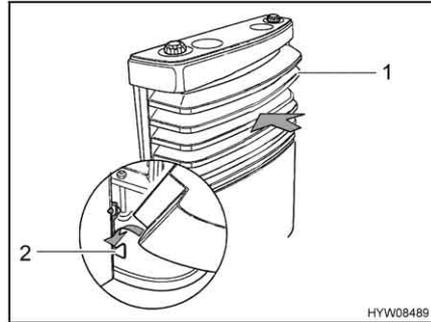

Fig. 144 Revestimiento de la calefacción, apoyos inferiores
- Montar el revestimiento de la calefacción. Para ello, colocar el revestimiento de la calefacción (Fig. 144,1) en los apoyos inferiores (Fig. 144,2).